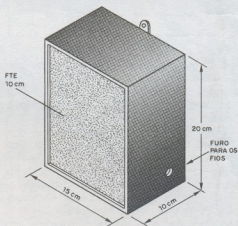

FIGURA 8
c) Campainha musical. Para esta versão será preciso uma caixa que aloje não só o circuito do gerador de sons mas também seu amplificador e o sistema de acionamento externo para o qual daremos o circuito. Esta caixa é mostrada na figura 8.